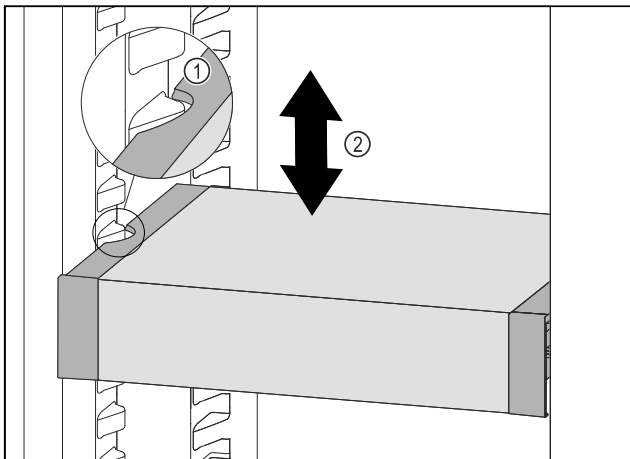

Fig. 56
- ▶ Изтеглете VarioSafe напред, докато страничните прорези на VarioSafe се намират на височината на реброто на съда в хладилната част. Fig. 56 (1)
- ▶ Преместете VarioSafe нагоре или надолу в хладилната част, докато се достигне желаната височина. Fig. 56 (2)